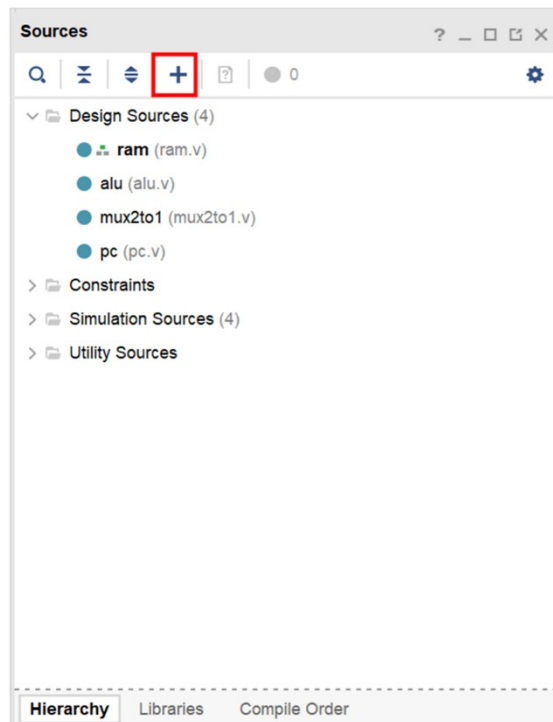
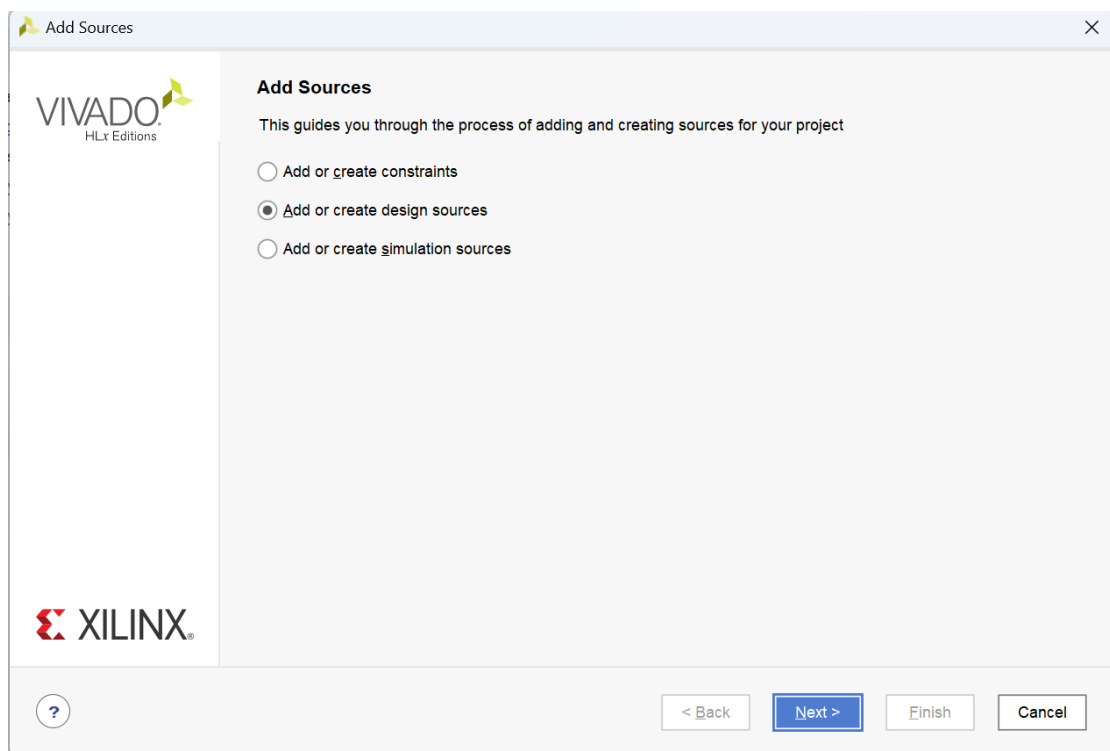

图 3.4.11 创建 register 文件
图 3.4.12 Add or create design sources
(1) 建立 Verilog 寄存器源文件。点击 “+” 号 (图 3.4.11)，选择 “Add or create design sources” (图 3.4.12)。